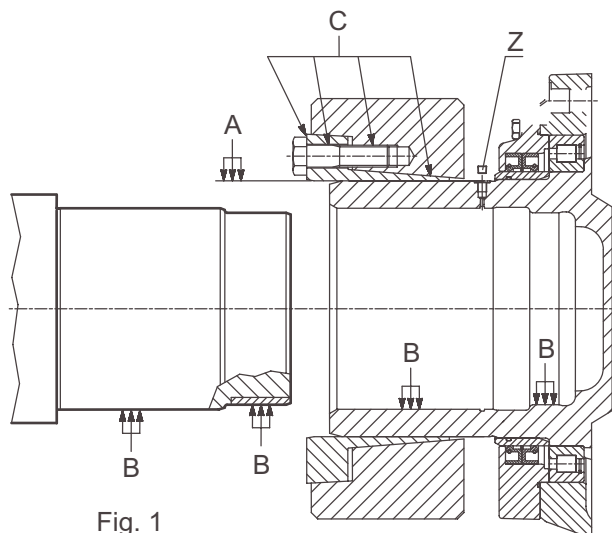

Fig. 1
- Lubricar el asiento del empalme (fig. 1, A).
- Antes de reponer el empalme hay que desmontarlo y engrasar las zonas "C" (fig. 1).
- Quitar el tapón "Z" (fig. 1) por el que se purga el aire durante la fase de montaje del eje.
- Montar el empalme en el reductor sin apretar los tornillos y dejando libre el tapón "Z" (fig. 1).